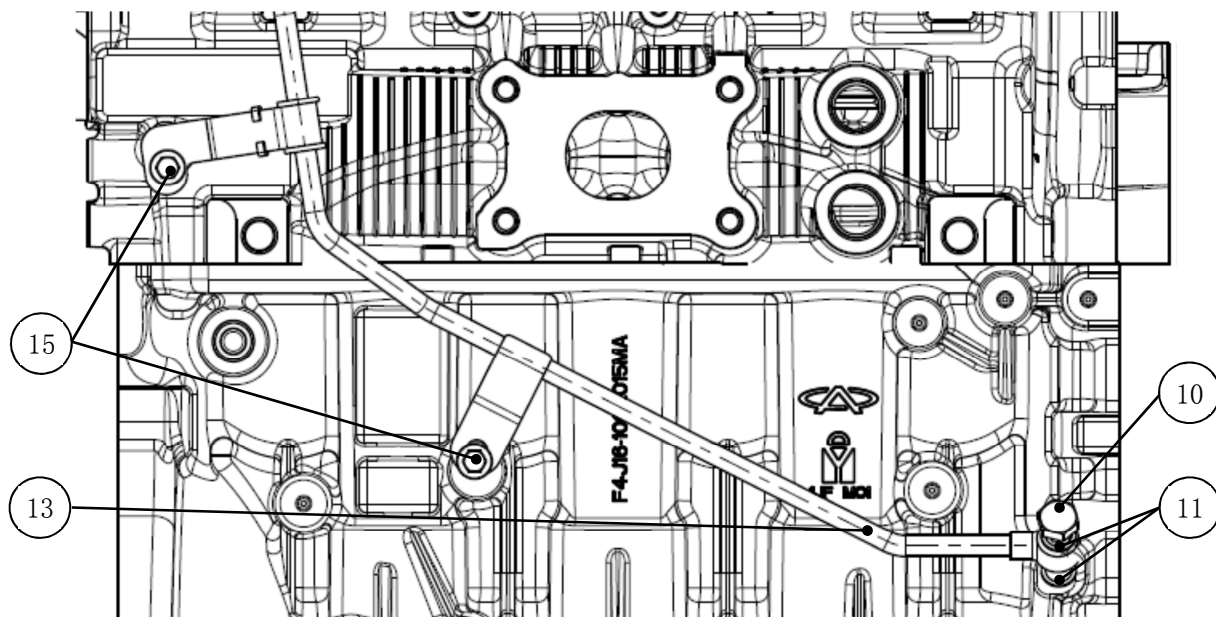

图 F-6 进油管总成-增压器总成安装
- 拆下进油管总成-增压器⑬两端球型接头上的防护帽；
- 取一颗空心螺栓⑩，套上一个垫片⑪，按图 F-6 所示方向插入进油管总成-增压器⑬的球型接头中，在空心螺栓⑩上再套上一个垫片⑪，然后将空心螺栓⑩拧入缸体上对应的螺纹孔内，至少拧入 3 个牙，不拧紧。
- 取两颗六角法兰面螺栓_M6x12⑮分别套入进油管总成-增压器⑬的两个支架孔中，分别拧入缸盖上对应的螺纹孔内，至少拧入 3 个牙，不拧紧。